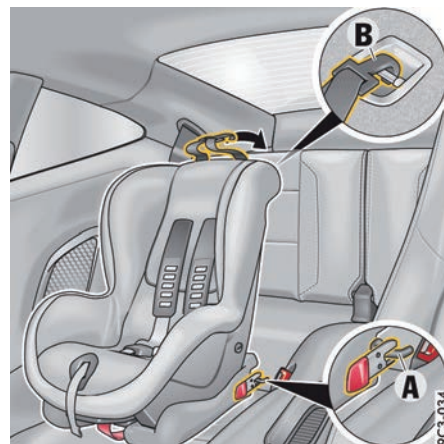

图 95: 安装配有 ISOFIX 系统的儿童保护系统
- ▶ 此外，将 ISOFIX 上拉带固定在座椅后面的固定点处，然后拉紧上拉带（参见图 95，**B**）。